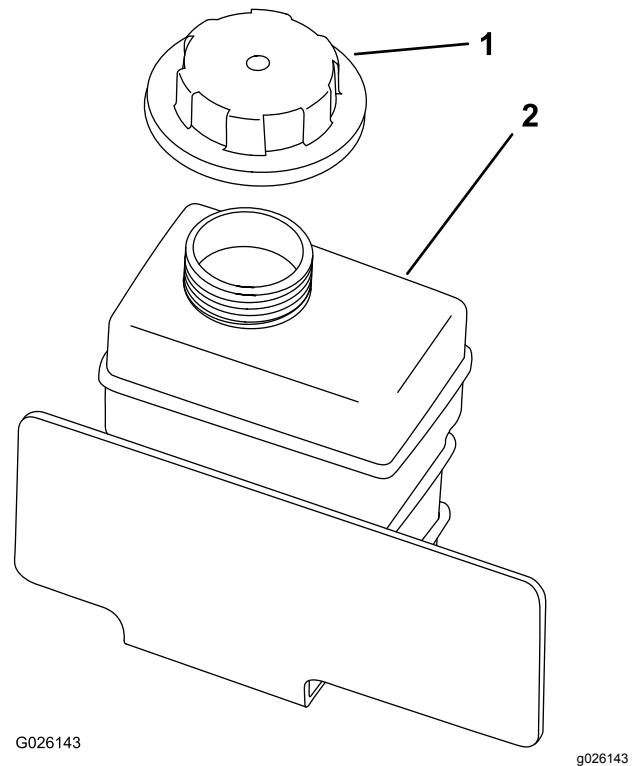

Figura 53
8. Llene lentamente el depósito auxiliar de refrigerante hasta que el nivel llegue al borde inferior del cuello de llenado (Figura 53).
9. Instale el tapón del depósito auxiliar (Figura 53).